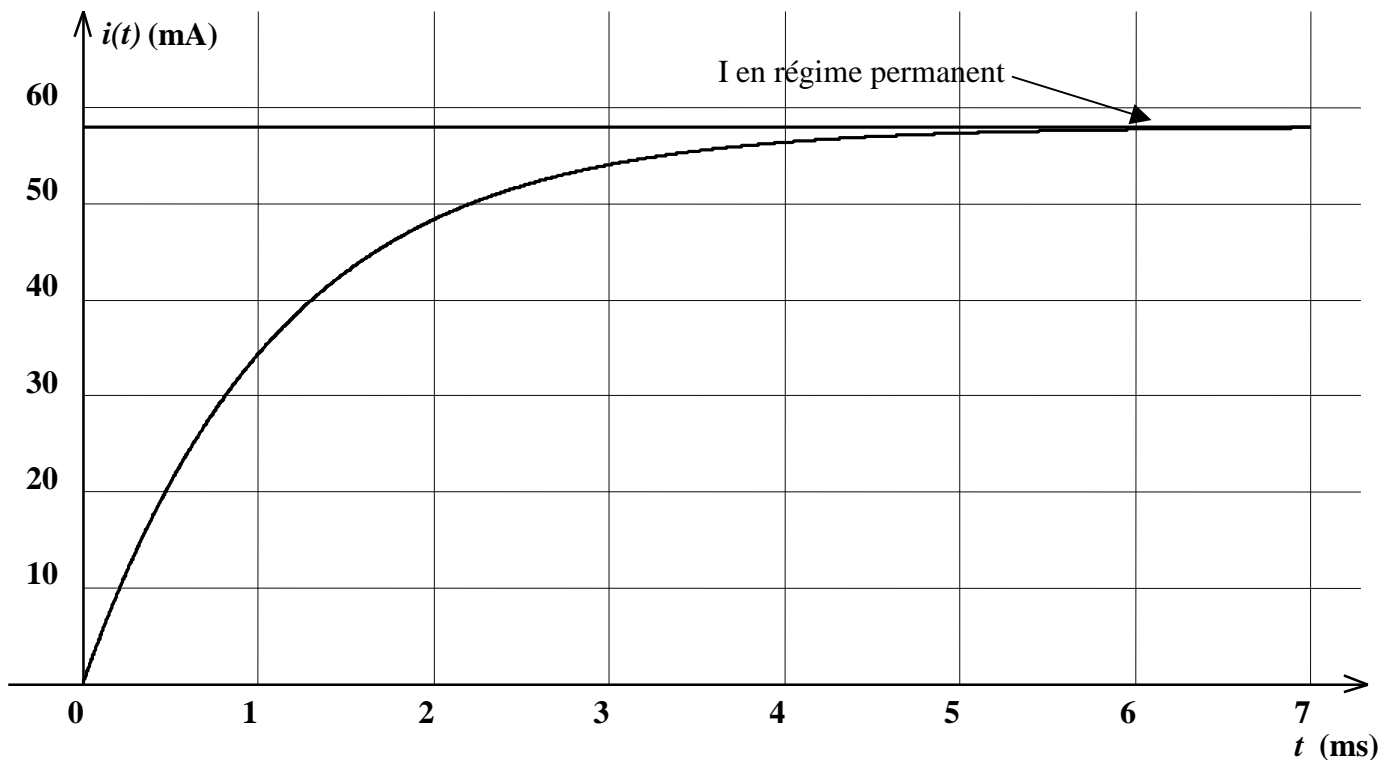

Figure 4
Le système d'acquisition permet de suivre l'évolution de l'intensité du courant dans le circuit en fonction du temps. La fermeture de l'interrupteur à l'instant $t = 0$ déclenche l'acquisition. L'enregistrement obtenu est représenté sur la figure 4.
2.2. Vérifier que la valeur de l'intensité du courant en régime permanent obtenue sur le graphe de la figure 4 est en accord avec les données de l'énoncé.